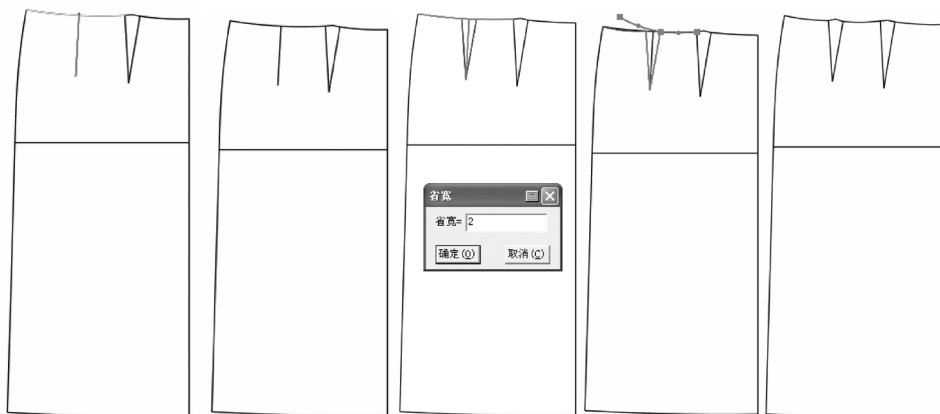

图1-10
(4) 选择  【智能笔】工具框选并删除第二个省线中间多余线段。相同方法绘制另一个腰省（图1-10）。